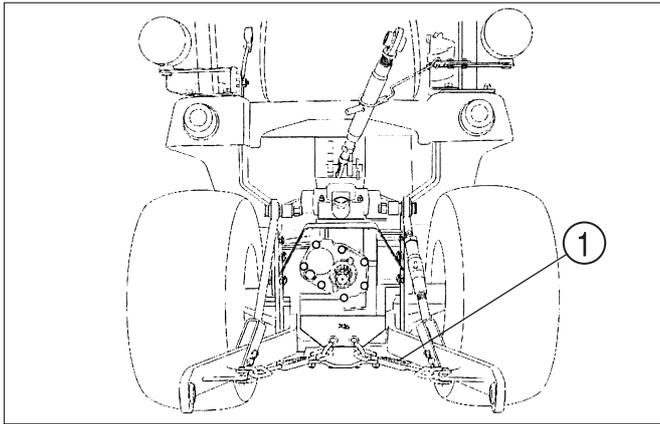

FIG. 51
**FIG. 51** : Sélectionnez une surface de niveau pour décrocher et remiser un outil. Abaissez l'outil au sol en déplaçant le levier de commande de position sur la position DESCENTE. Si nécessaire, ajustez la bielle de correction d'assiette du bras de relevage droit pour aligner l'outil au sol.